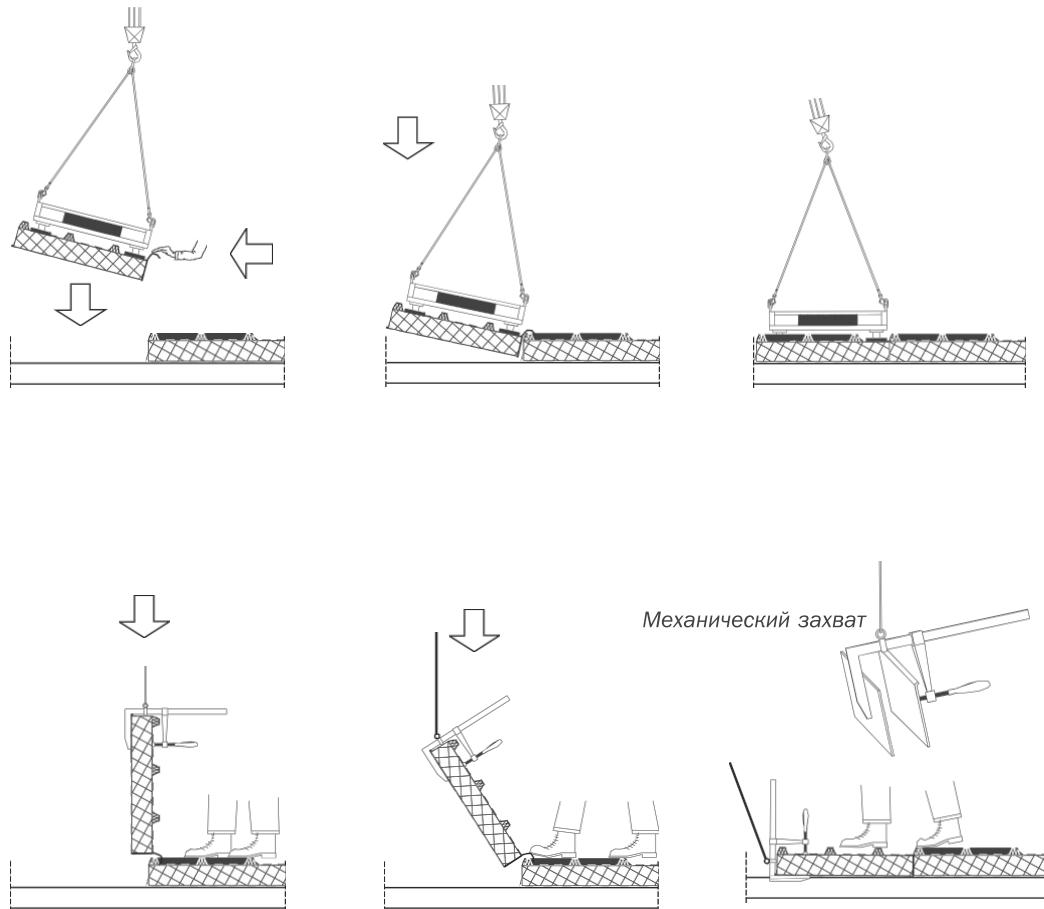

Рис. 32
- Установить следующую панель. Панель монтируется выступающей гофрой на гофру соседней панели, и круговым движением укладывается в проектное положение при помощи вакуумного или механического захвата Рис. 32.